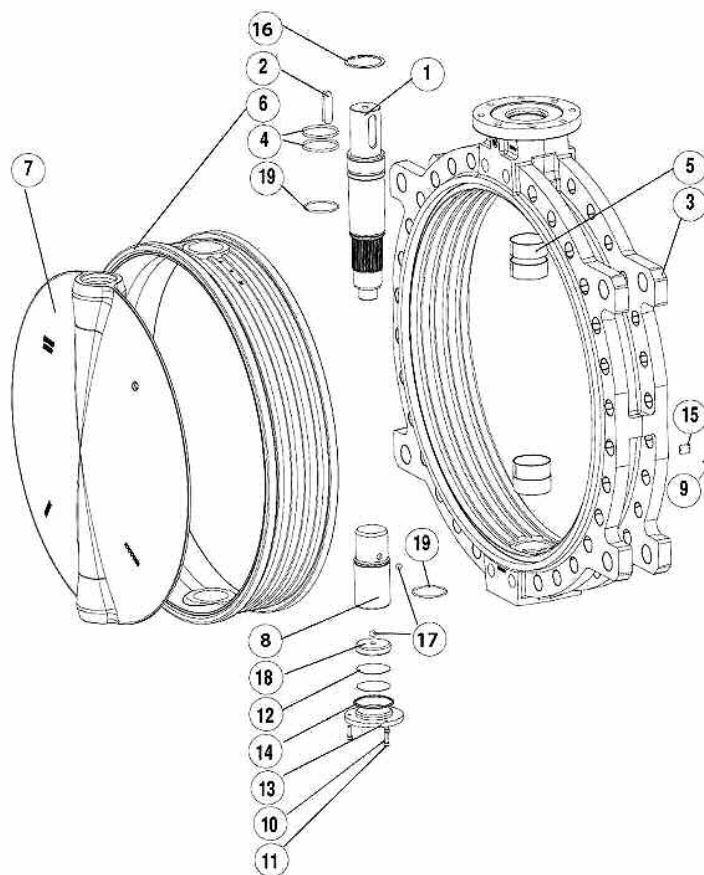

Рис. 22 Устройство поворотного затвора Ду 1200
- Вынуть верхний вал (Рис. 20; Поз. 1а или Рис. 22; Поз. 1)
- Смазать и установить верхний вал (Рис.20; Поз. 1а или Рис. 22; Поз. 1), таким образом, что бы не повредить уплотнительное О-кольцо (Рис. 20, 22; Поз. 4). Риска, нанесённая на головку верхнего вала или шпоночный паз верхнего вала должны совпадать с краем диска, и направлены в ту же сторону, с какой находится литевая отметка на диске.